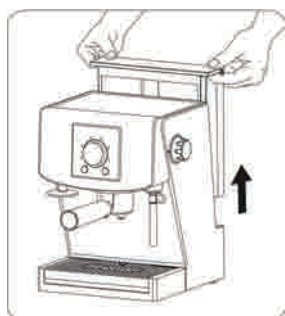

Рис. 11
- 13.3. Сними накопитель на воду (1) и поднос для капель (8) вместе с решёткой (7) с кофеварки (Рис. 11).
- 13.24. Сними накопитель на воду (1) и поднос на капли (8) вместе с решёткой (7) с эспресса (Рис. 11).